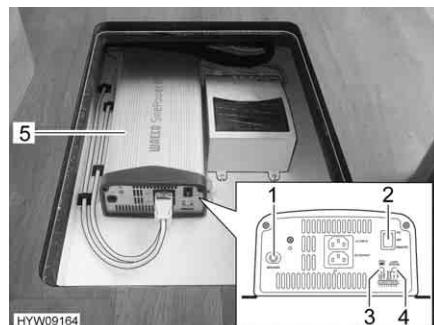

Fig. 129 Invertitore
- Posizionare l'interruttore principale (Fig. 129,2) su "ON". Il LED campo tensione di entrata (Fig. 129,3) si illumina di verde.
- Posizionare l'interruttore principale (Fig. 129,2) su "REMOTE". Il comando tramite interruttore di telecomando è abilitato.
- Posizionare l'interruttore principale (Fig. 129,2) su "OFF". Il LED campo tensione di entrata (Fig. 129,3) si spegne.